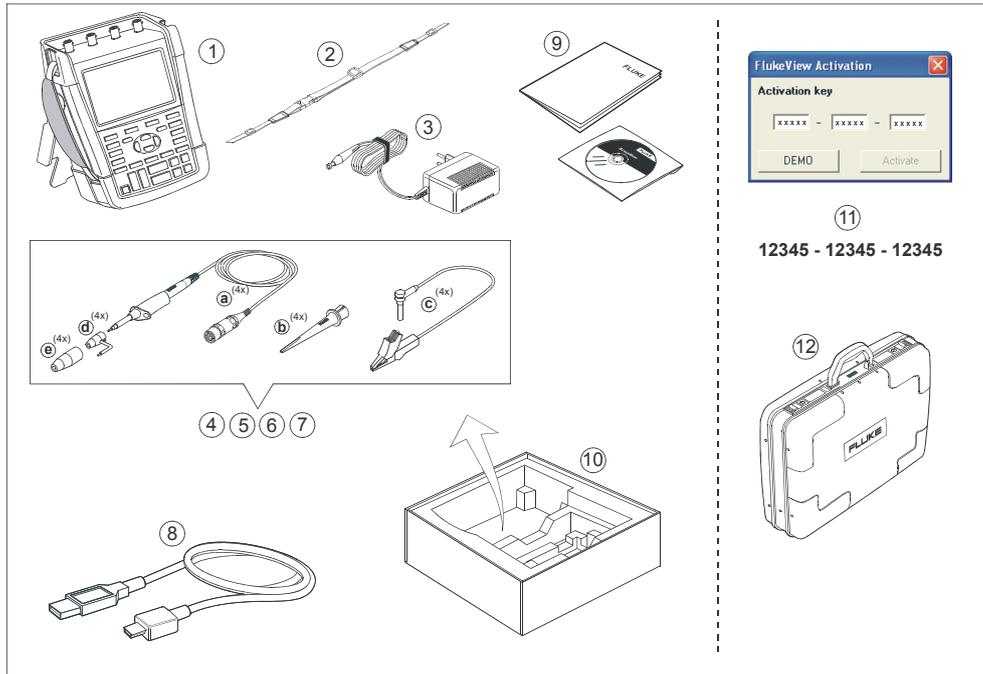

Abbildung 1. ScopeMeter-Messgerätsatz
- Verbinden Sie die Massefeder (Abb. 1, Pos. d) nicht mit Spannungen, deren Spitzenwert mehr als 42 V (30 Veff) gegenüber der Schutzerde beträgt.